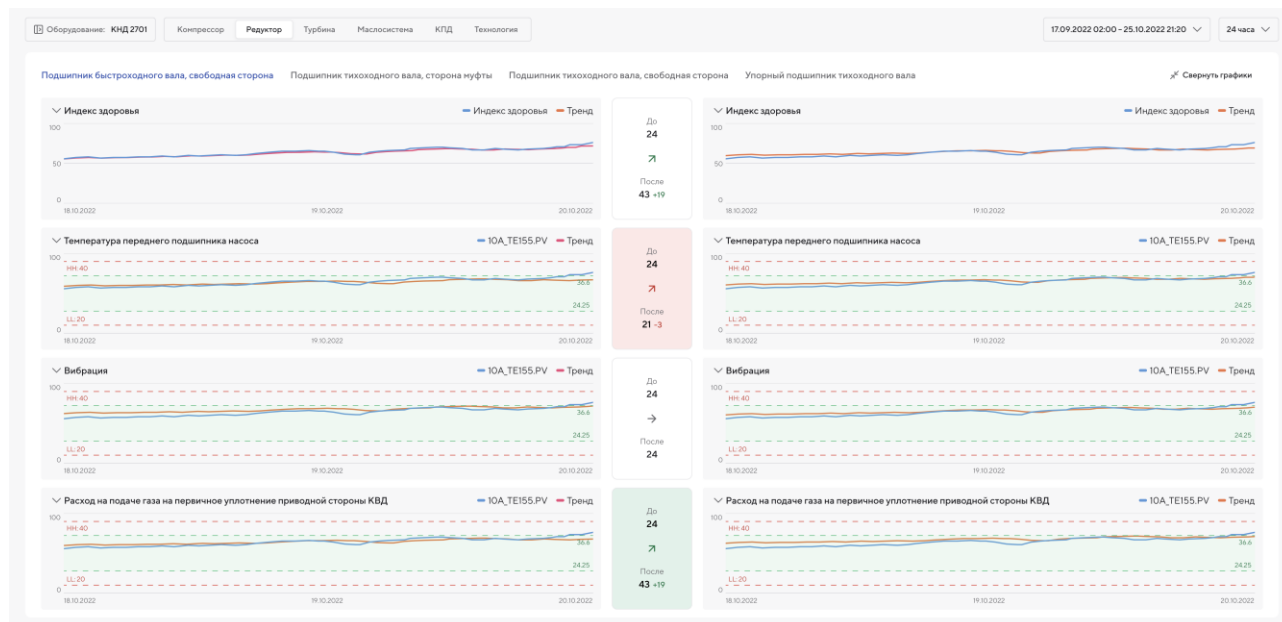

Рисунок 219 – Страница «Анализ ТОиР»
- на странице **«Анализ ТОиР»** отображаются графики состояния узлов/подузлов выбранного оборудования (Рисунок 219) в соответствии с выбранной остановкой и периодом времени.
На странице **«Анализ ТОиР»** отображены графики в соответствии с выбранными значениями в полях «Остановки оборудования» и «Период» (см. Рисунок 219).
3. Измените параметры фильтрации в полях «Выберите остановку» и «Период» (см. п. 5.6.2). На странице **«Анализ ТОиР»** отображены графики в соответствии с выбранными значениями в полях «Выберите остановку» и «Период» (см. Рисунок 219).